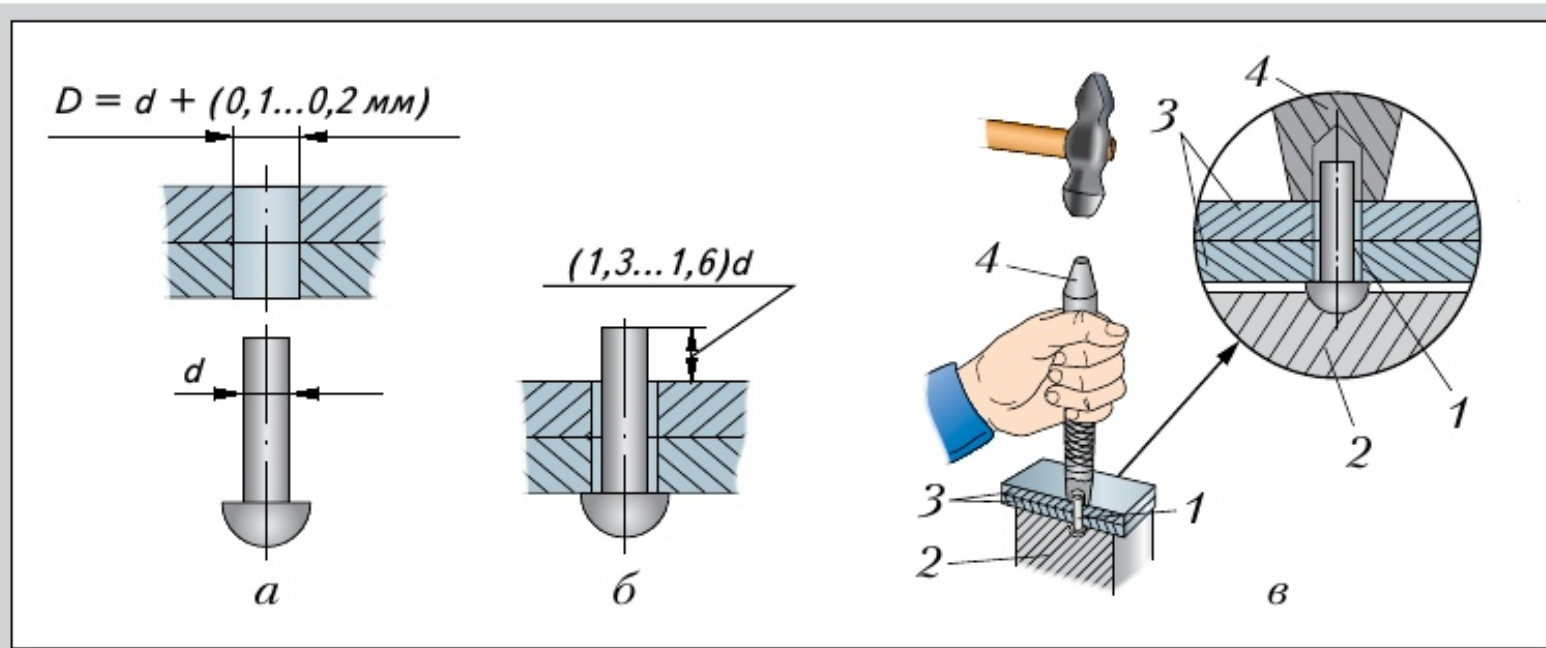

Рис. 90. Последовательность получения заклёпочного соединения:
После этого заклёпку устанавливают в отверстие. Закладную головку заклёпки (рис. 90, *в*) помещают в выемку металлического бруска, называемого поддержкой, и ударами молотка по натяжке осаживают и сближают детали одну с другой.
1. Распределите обязанности в группе. Изучите технологию получения заклёпочного соединения (см. рис. 90, 91). Просверлите отверстия под заклёпки в деталях изделия, предложенного учителем.